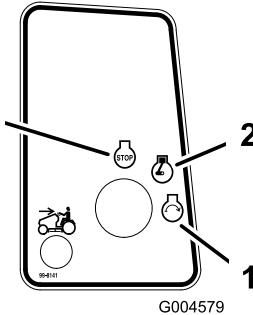

Figura 14
- Gire la llave de contacto en el sentido de las agujas del reloj y manténgala en posición Arranque (Figura 14). Cuando el motor arranque, suelte la llave.
- Gire la llave de contacto a Desconectado (Figura 14).